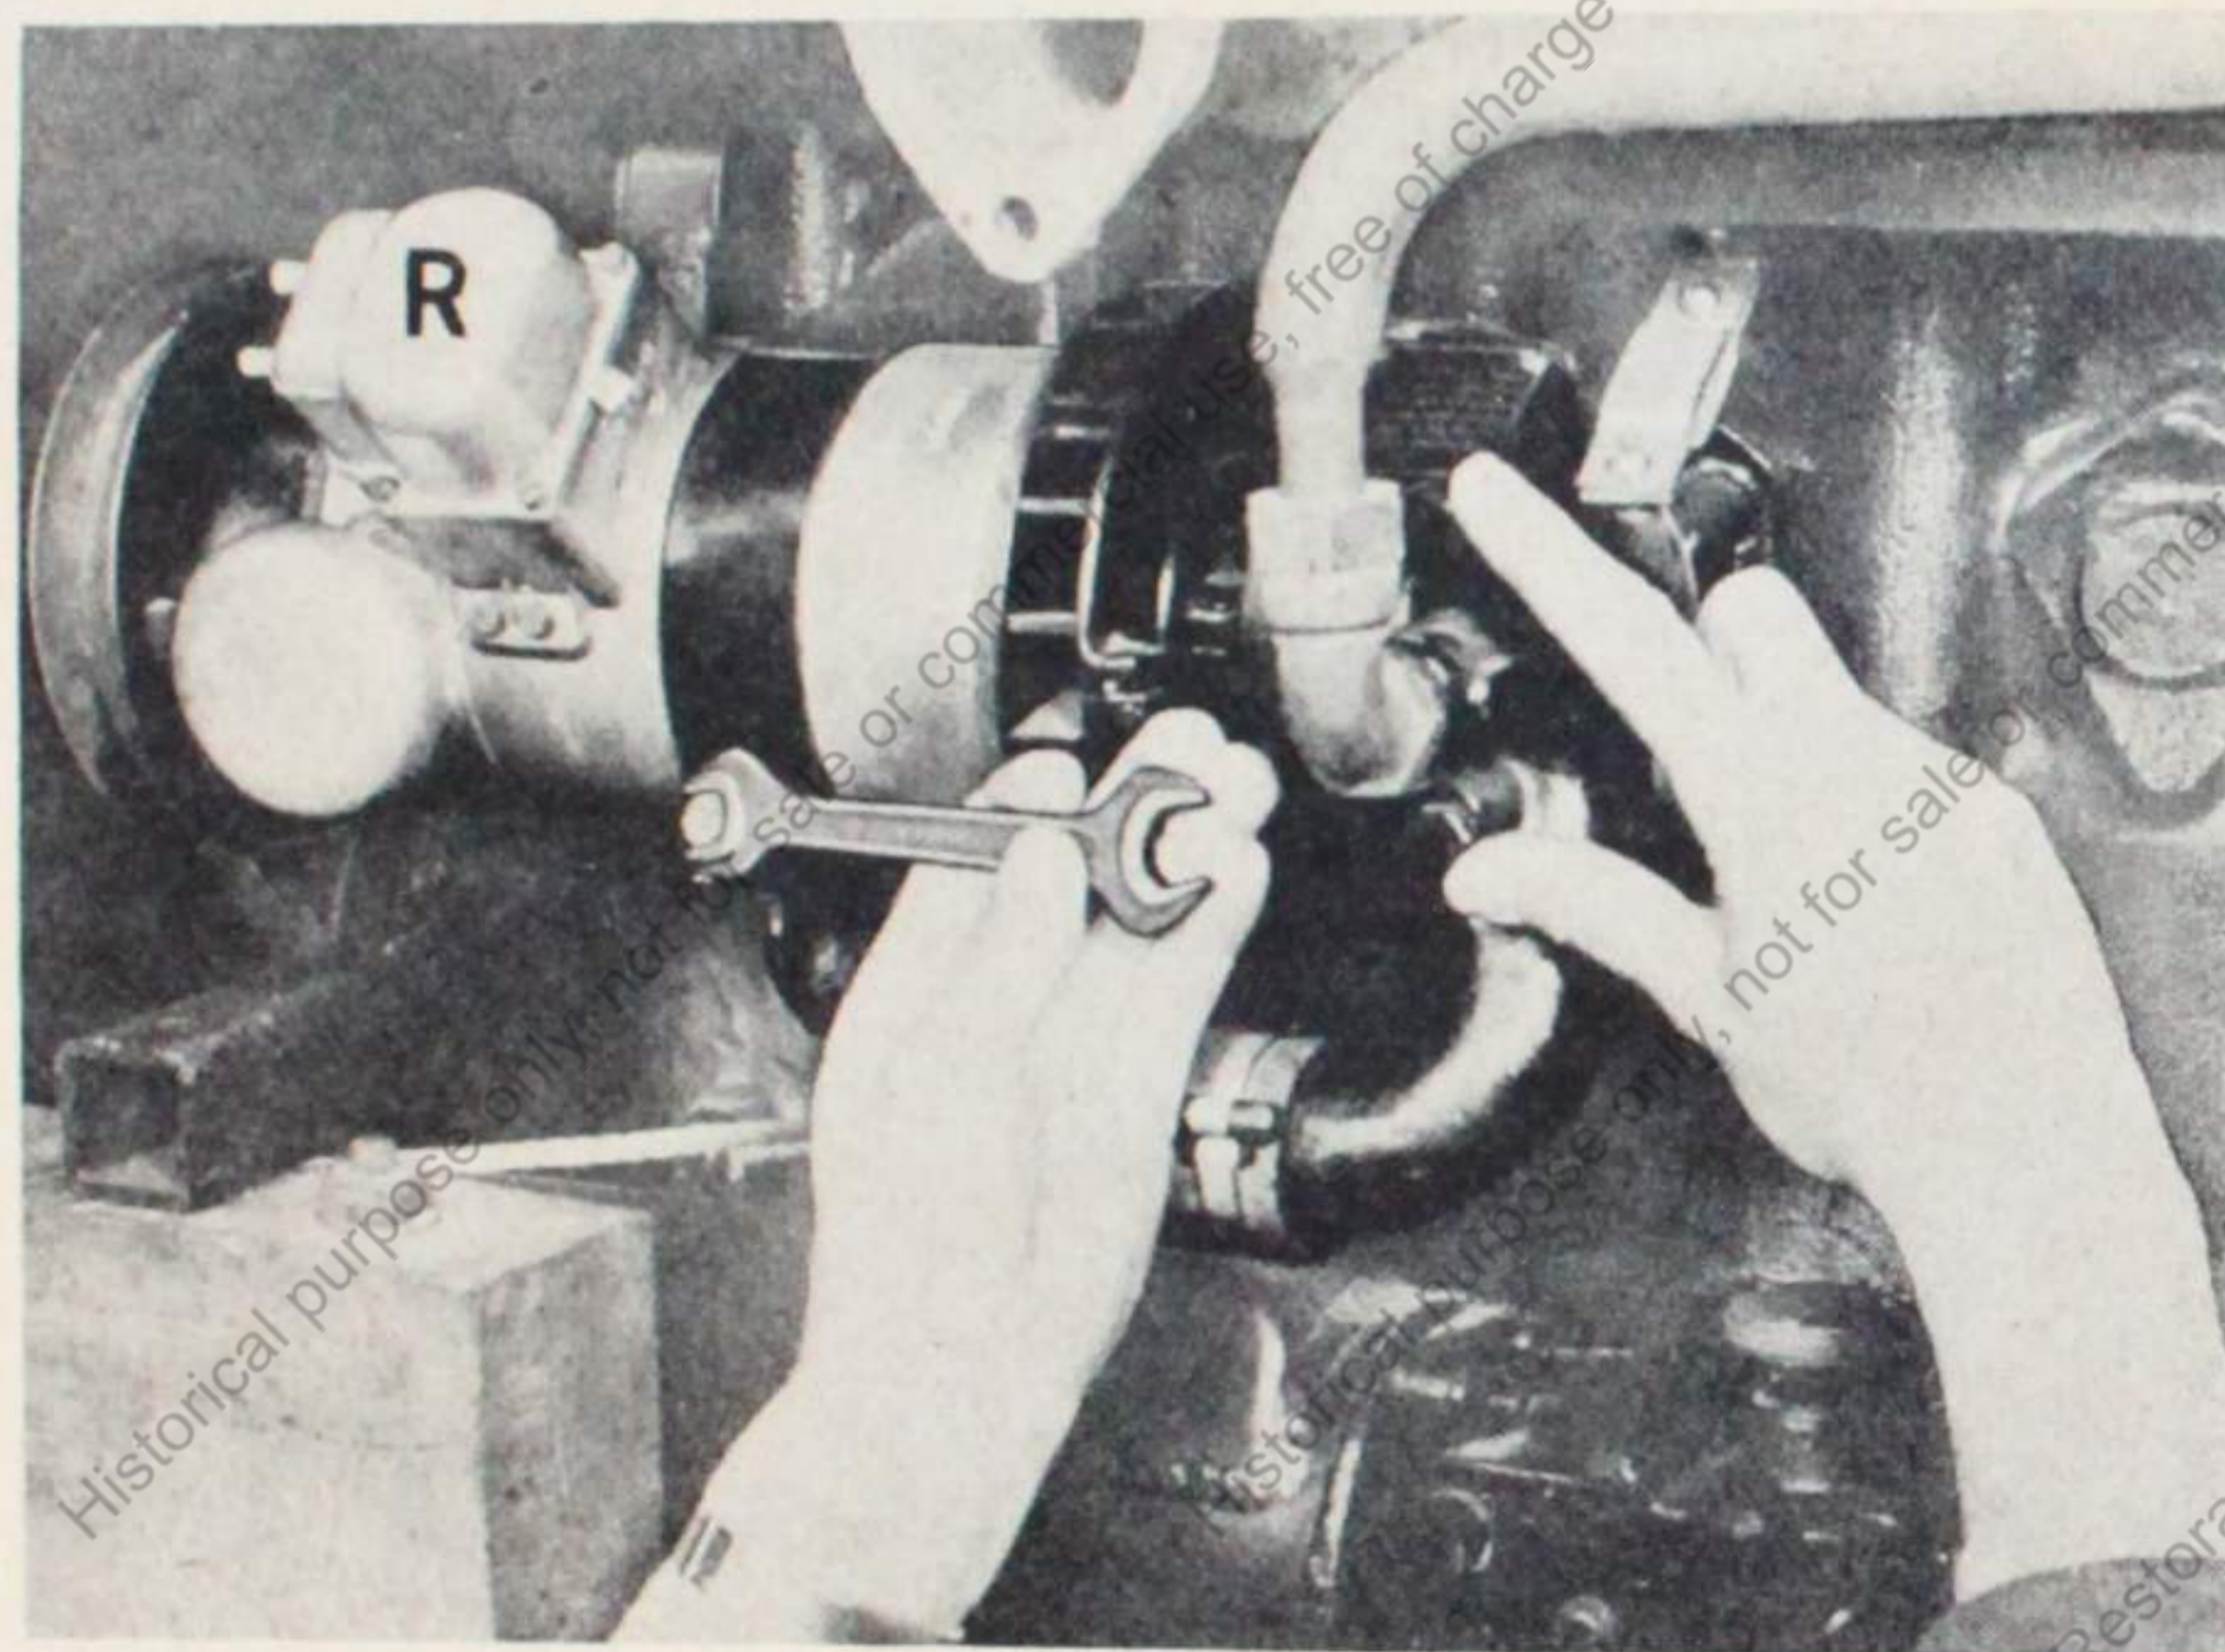

Bild 72
9. Spannband der Lichtmaschine (14 mm) öffnen (Bild 72)